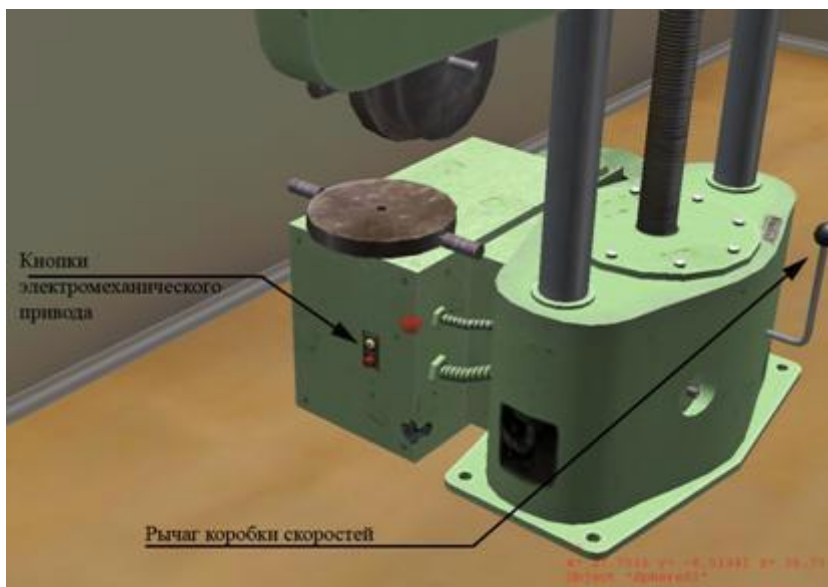

Рис. 6. Кнопки электромеханического привода и рычаг коробки скоростей
Относительное удлинение после разрыва  $\delta$  – это отношение приращения расчетной длины образца ( $l_k - l_0$ ) после разрушения (рис. 6.) к начальной расчетной длине  $l_0$ , выраженное в процентах:
4. Установить передачу (рис. 6);